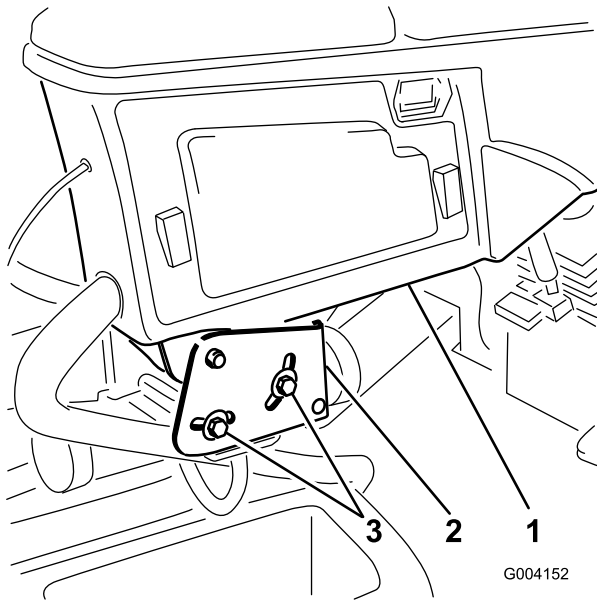

図 37
1. コントロールアームをリテーナブラケットに固定している2本のボルトをゆるめる 図 37。